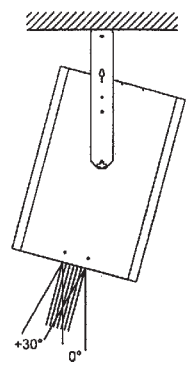

fig 2
- Häng upp agregaten ett efter ett. Justera ev. apparaten så att den vinklas ut mot porten. (Fig.2).
4. Heng opp ett aggregat om gangen. Juster eventuelt apparatet slik at det vinkles ut mot porten. (Fig 2.)